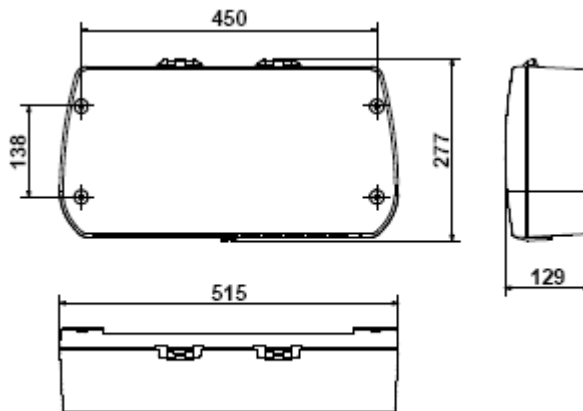

Abb. 7 Montagezeichnung
- (1) Markieren Sie die Löcher für die vier Befestigungsschrauben wie in der Abb. 7 dargestellt.
- (2) Vier Löcher mit dem korrekten Durchmesser für Dübel bohren.
- (3) Nehmen Sie die Frontabdeckung vom Gehäuse ab.
- (4) Befestigen Sie das Gerät mit den geeigneten Schrauben an der Wand (Schrauben M6 oder 6,4 mm SPAX).
- (5) Bringen Sie den Deckel mit den vorhandenen Schrauben an.